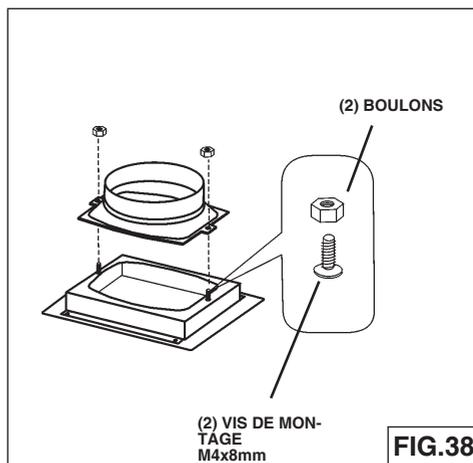

FIG.38
1. Fixer le collier sur la partie pour le retour d'air en utilisant (2) vis de montage M4x8mm et (2) boulons. Voir Fig. 38.